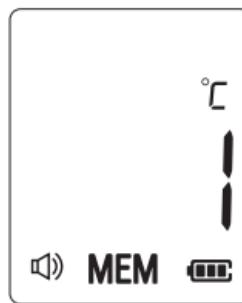

Figura 11
6. Una vez encendido el termómetro y tras la aparición de la pantalla (Véase la Figura 6), pulse y mantenga pulsado el botón  durante tres segundos. La abreviatura MEM aparecerá en la parte inferior de la pantalla. (Véase la Figura 11)